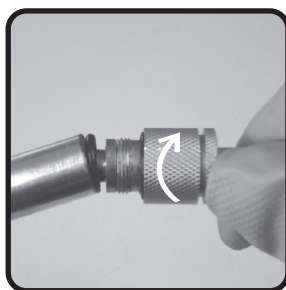

fig. 19
13. Conectar a haste no tubo girando no sentido horário, conforme fig.19. ATENÇÃO: Dentro do tubo existe um cano metálico que deve ser encaixado dentro da haste.